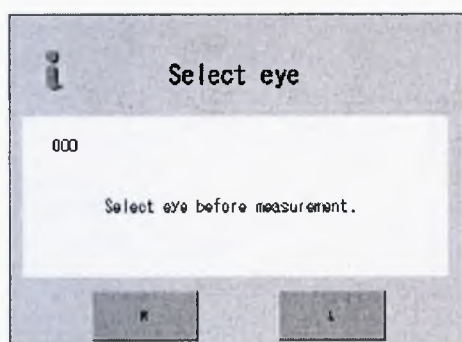

Рис. 2
3) Когда датчик В-режима откалиброван корректно, тогда на дисплее появляется диалоговое окно выбора глаза в режиме стоп кадр "FREEZE" (Рис. 2).